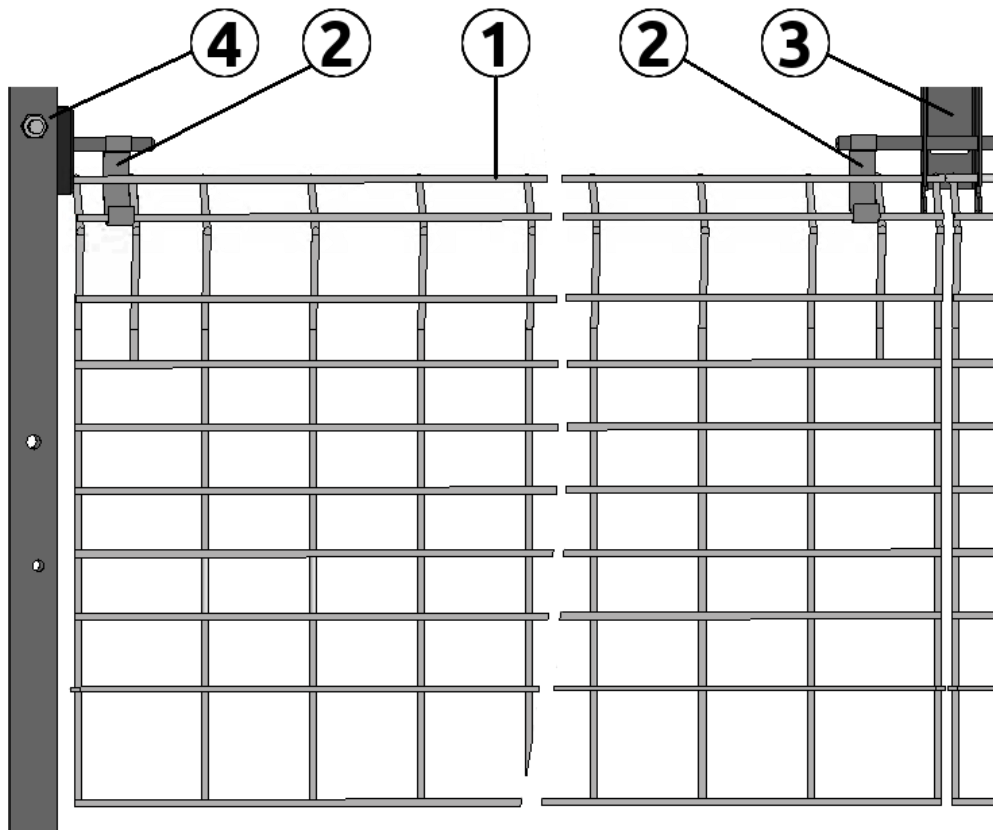

Рисунок 1.2
1. Открыть дверку (рис. 1.2).
2. Снять пружины (2) с прутков дверки.
3. Вынуть пруток дверки из отверстий в держателе (3).
4. Вынуть пруток дверки из отверстий в стойке ячейки (4).